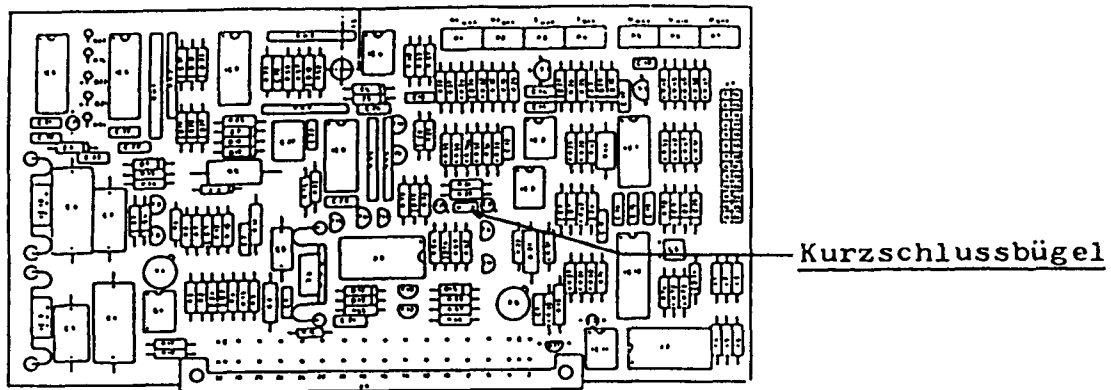

Fig. 3.7 Steuerkarte STT 210
- Bei den Sklaven-Geräten Kurzschluss-Bügel auf der Steuerkarte STT 210 entfernen (Stromsenke-Abschaltung). Siehe Fig. 3.7